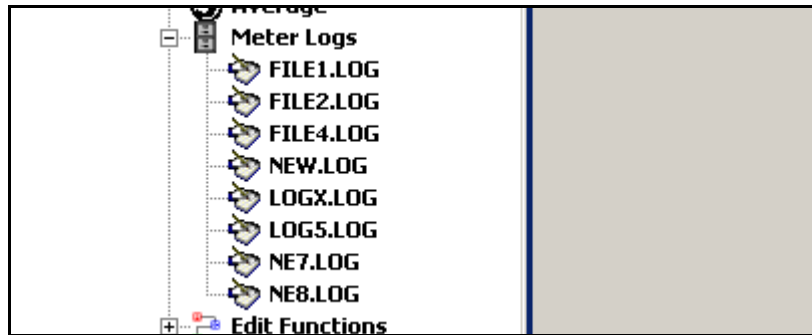

Рис. 19: Опция расширенных журналов измерительного прибора
1. В браузере *New Meter Browser* в *PanaView* разверните дерево сети и выберите параметр *Meter Logs* (Журналы измерительного прибора). Если вы создали один или несколько журналов, дерево будет похоже на то, что отображено на *Рис. 19* внизу.